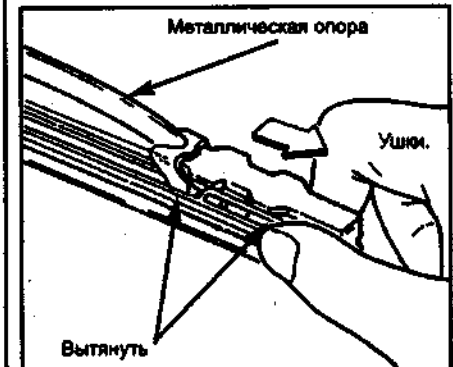

Рис. 122. Направление снятия резиновой щетки с металлической опоры
2. Прочно захватите конец резиновой щетки и потяните ее на себя, пока ушки не освободятся от металлической опоры (рис. 122).